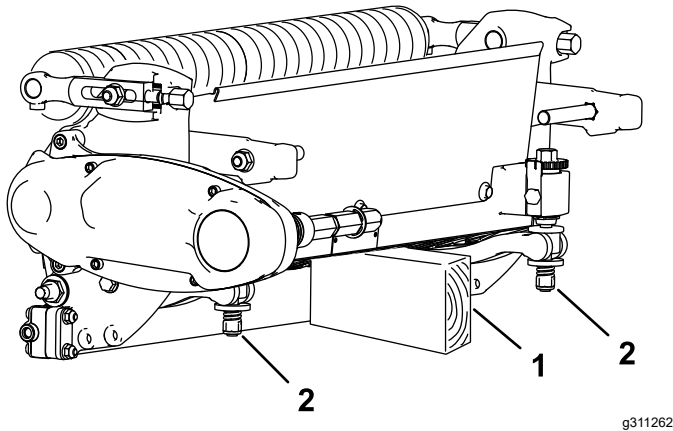

Figura 4
- Com a unidade de corte removida da máquina, coloque um apoio por baixo da traseira da unidade de corte para assegurar que as porcas nos parafusos de ajuste da extremidade traseira da barra de apoio não fiquem apoiadas sobre a superfície de trabalho (**Figura 4**).